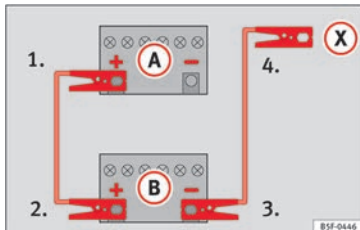

Bild 77 Skiss över anslutning i fordon utan start-/stoppsystem
2. Anslut ena änden av den **röda** startkabeln till pluspolen **+** på bilen med det urladdade batteriet **A** » » bild 77.
4. **Fordon utan start-/stoppsystem:** Anslut ena änden av den **svarta** startkabeln till minuspolen **-** i bilen som ger ström **B** » » bild 77.